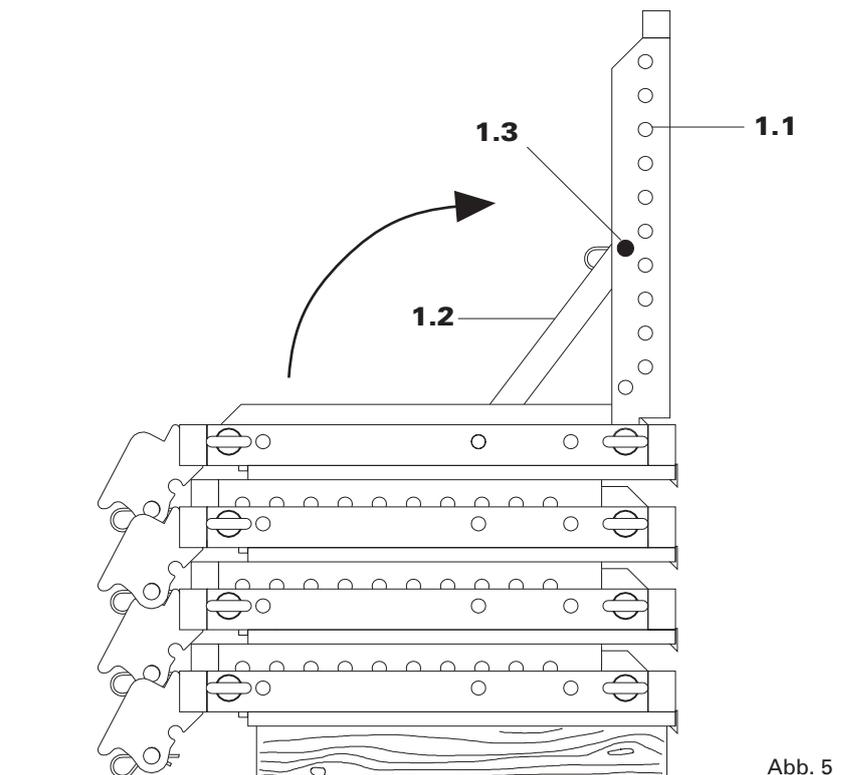

Abb. 5
4. Bolzen mit Federstecker sichern. Abb. 5